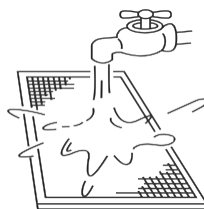

Abb.6-4
- Die Lufteintrittsseite sollte bei Verwendung von Wasser nach unten zeigen. (Siehe Abbildung 6-4)